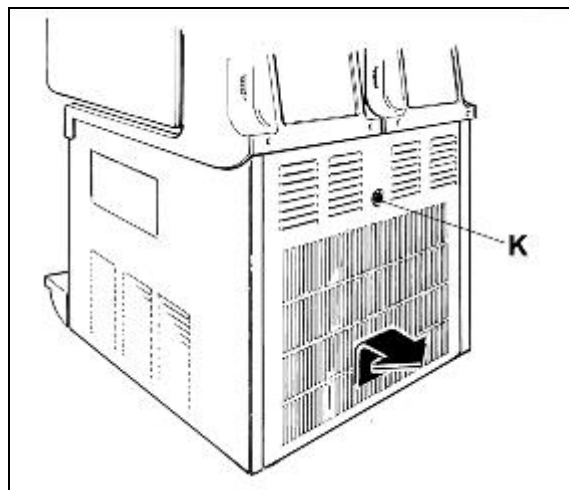

Fig. 28
- Svitare il pomello K in modo da poter rimuovere il pannello posteriore X (vedi fig.28).